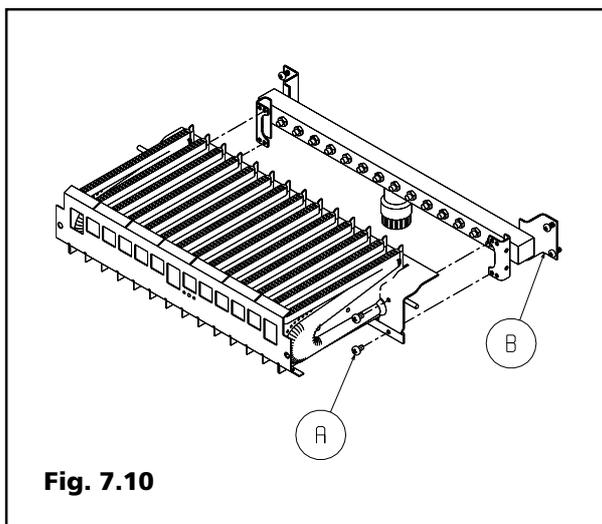

Fig. 7.10
7.3 Procedura di trasformazione gas, taratura e regolazioni (Fig. 7.10)
- rimuovere il gruppo bruciatore allentando le viti (A) che lo fissano al collettore gas (fig. 7.10) dopo aver scollegato il termostato bruciatore.